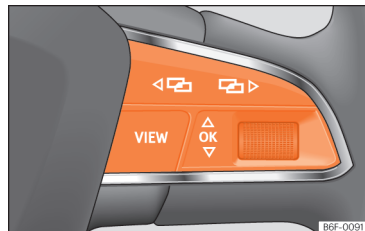

Fig. 85 Lato destro del volante multifunzione: tasti per l'utilizzo dei menu e delle indicazioni informative del quadro strumenti.
In presenza di un avvertimento con priorità 1 » pag. 80, non sarà possibile accedere ad alcun menu. Alcuni avvertimenti possono essere confermati o nascosti con il tasto **OK** del volante multifunzione » fig. 85.
- Se viene visualizzato un messaggio o il pittogramma di un veicolo, premere il tasto **OK** »» fig. 85, se necessario ripetutamente.
- Per cambiare menu usare i tasti **◀▶** o **◀▶** »» fig. 85.
- Per aprire il menu o l'indicazione informativa visualizzata premere il tasto **OK** »» fig. 85 o attendere alcuni secondi, finché il menu o l'indicazione informativa non si aprirà automaticamente.
- Nel menu visualizzato ruotare la manopola destra del volante multifunzione »» fig. 85 finché non verrà marcata l'opzione del menu desiderata. L'opzione appare contrassegnata.
- Premere il tasto **OK** »» fig. 85 per effettuare le modifiche desiderate. Una marcatura indica che il sistema o funzione in questione è attivato.
Premere il tasto **◀▶** o **◀▶** »» fig. 85.